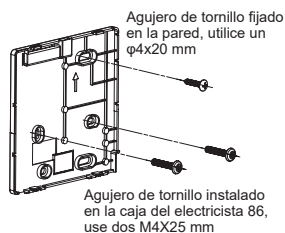

Figura 4
3. Utilice dos tornillos M4X25 para instalar la tapa trasera en la caja eléctrica 86 y utilice un tornillo M4X20 para fijarla a la pared. (Figura 4)